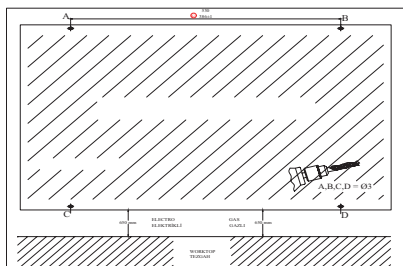

Рис. 6
- С помощью сверла А, В, С, D с диаметром биты 4 мм просверлите отверстия, указанные на шаблоне. Рис. 6